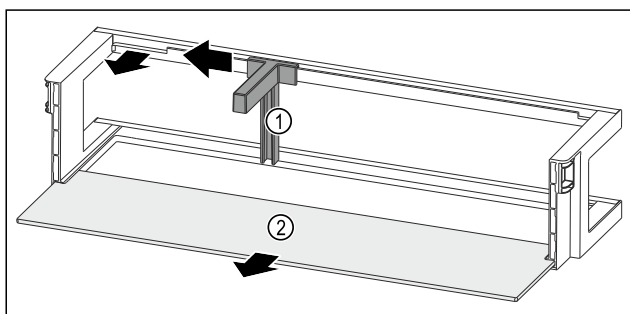

Fig. 91 Dveřní přihrádka s držákem lahví a odkládací plochou
- Držák lahví Fig. 91 (1) posuňte na stranu až k vybrání.
- Držák lahví Fig. 91 (1) odeberte.
- Odkládací plochu Fig. 91 (2) odeberte.